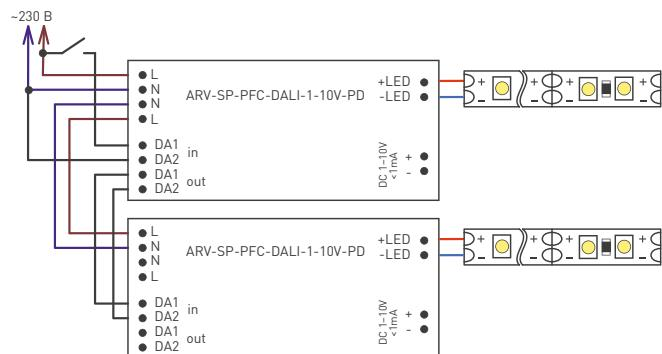

Рис. 2. Структурная схема соединения оборудования при использовании управления PUSH DIM
- 3.7. Если используется управление PUSH DIM, необходимо на клеммы DA1 и DA2 подавать напряжение сети ~230 В через кнопку (нефиксируемый клавишный выключатель) с нормально разомкнутыми контактами, включенную в разрыв фазного провода сети. Для этого подключите провод управления (DA2) к проводу N [«нуль»], а провод управления (DA1) через кнопку к проводу L [«фаза»]. Структурная схема подключения оборудования при управлении PUSH DIM показана на рис. 2.